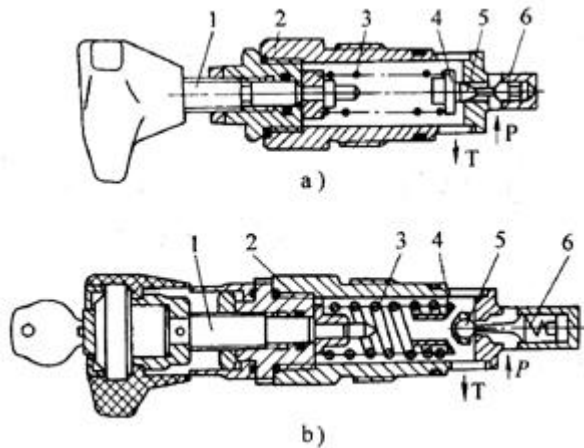

图 1 DBD 型直动式溢流阀结构原理图
1) DBD 型直动式溢流阀 图 1 是 DBD 型直动式溢流阀的结构原理图。进油口的压力油通过阻尼活塞作用在其底部，形成了一个与弹簧力相抗衡的液压力。当此液压力小于调压弹簧的弹簧力时，锥阀关闭，此阀不起调压作用。随着进油口压力的不断提高。当液压力大于弹簧力时，锥阀开启，多余的油液溢回油箱，使进油口压力稳定在调定值上。